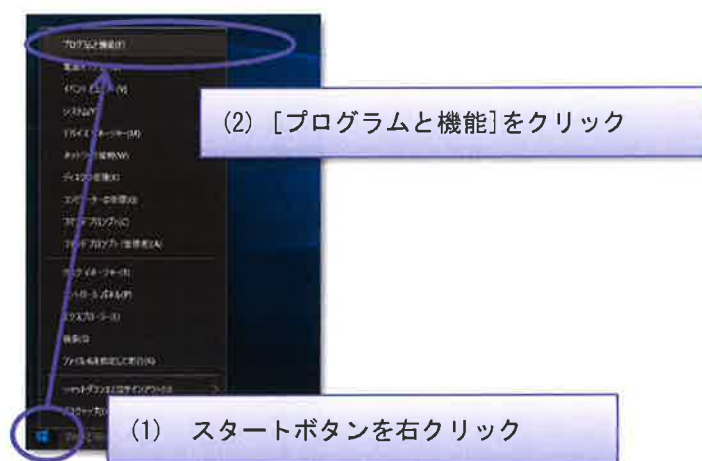

図 2.9 プログラムと機能
- (1) スタートボタンを右クリックして表示されたメニューから **[プログラムと機能]** をクリックするか、スタートメニューより **[Windows システムツール > コントロールパネル]** と選択し、**[プログラムと機能]** を選択します。(図 2.9)